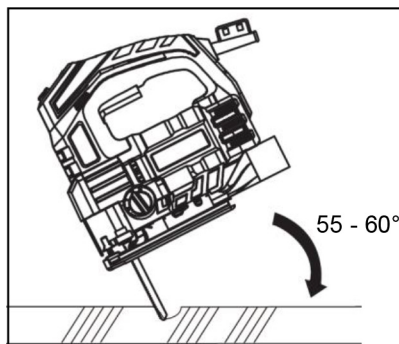

Рис. 10
1) Поднимите инструмент, примерно, на 55-60° опираясь на передний край подошвы и расположив острие пильного полотна непосредственно над поверхностью обрабатываемой детали (рис. 10).